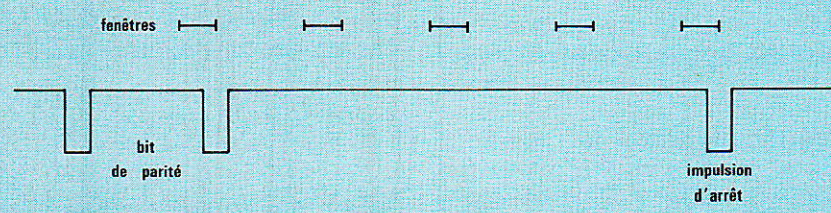

Figure 8.
• Contrôle du bit de parité (figure 8)
• Contrôle de l'absence d'impulsions entre le bit de parité et l'impulsion d'arrêt (toujours figure 8)